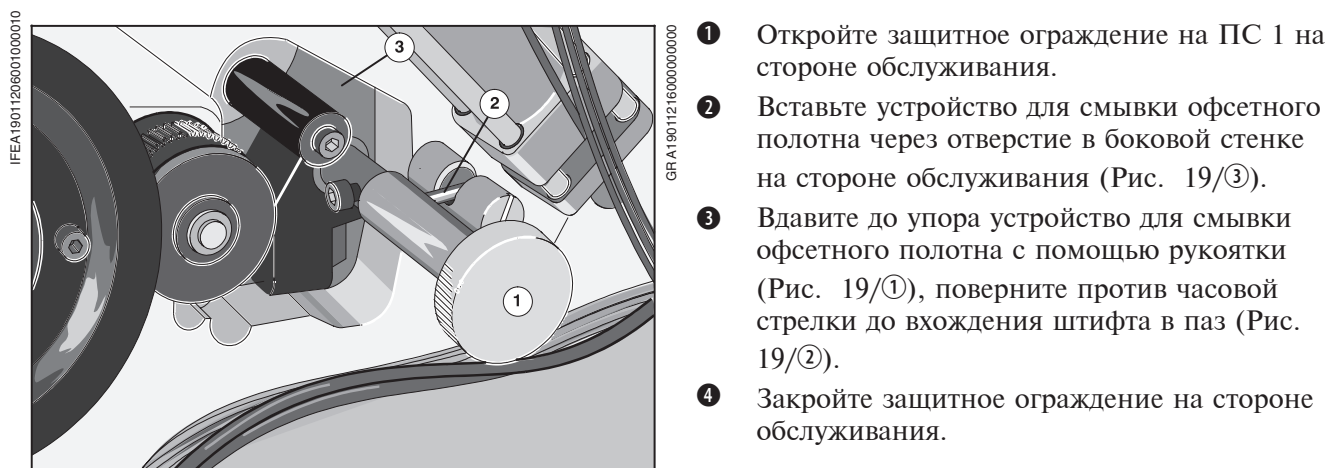

Рис. 19 Установленное устройство для смывки офсетного полотна.
- ❶ Откройте защитное ограждение на ПС 1 на стороне обслуживания.
- ❷ Вставьте устройство для смывки офсетного полотна через отверстие в боковой стенке на стороне обслуживания (Рис. 19/❸).
- ❸ Вдавите до упора устройство для смывки офсетного полотна с помощью рукоятки (Рис. 19/❶), поверните против часовой стрелки до вхождения штифта в паз (Рис. 19/❷).
- ❹ Закройте защитное ограждение на стороне обслуживания.